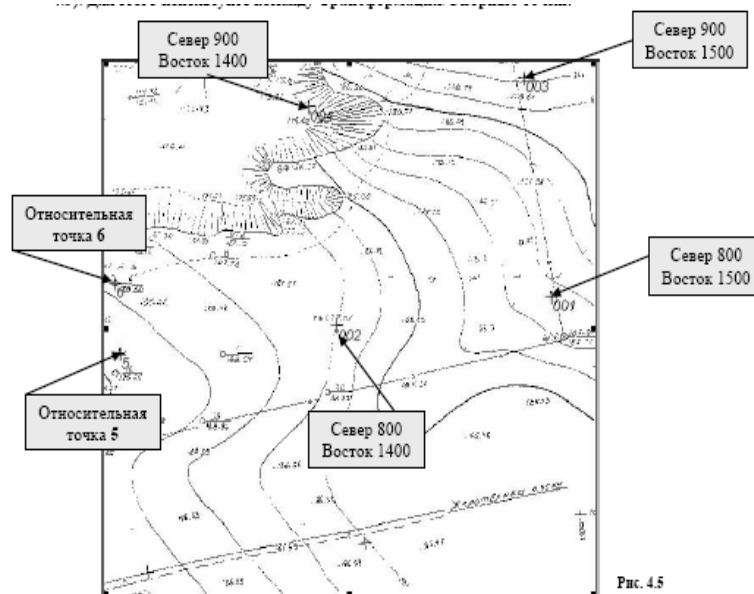

Рисунок 88.Первый фрагмент
5. Создайте абсолютные и относительные опорные точки на включенном фрагменте (см. рис. 88). Для этого используйте команду Трансформация/Опорные точки.